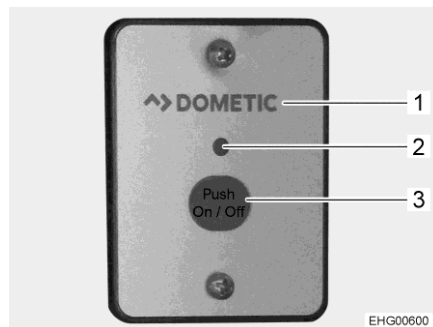

Fig. 151 Interrupteur externe (onduleur)
L'interrupteur externe (Fig. 151,1) est placé dans le meuble haut, au-dessus de la table.
*Allumer :* ■ Appuyer sur la touche "On/Off" (Fig. 151,3). La DEL (Fig. 151,2) s'allume.
*Éteindre :* ■ Appuyer sur la touche "On/Off" (Fig. 151,3). La DEL (Fig. 151,2) s'éteint.